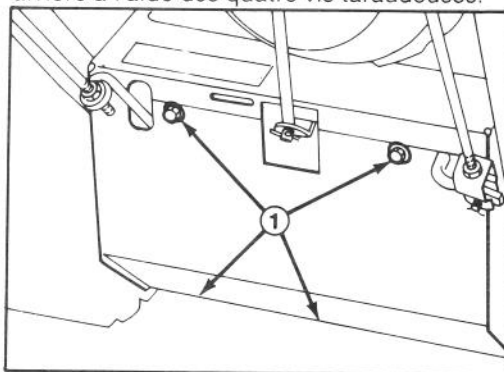

Figure 16
2. Faites basculer la déneigeuse sur son logement de tanière et bloquez-la pour qu'elle ne puisse pas tomber. Enlevez ensuite les quatre vis taraudeuses qui maintiennent en place la plaque de protection arrière et enlevez cette plaque de la machine (Fig. 16).